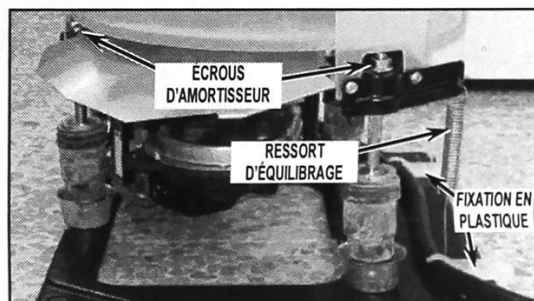

FIGURE 11
15. Desserrez et retirez les trois (3) écrous d'amortisseurs. Voir Figure 11.
16. Décrocher le ressort d'équilibrage et retirer le tuyau de vidange des deux (2) fixations en plastique à l'arrière du socle. Voir Figure 11. Soulever l'ensemble machine pour la libérer des amortisseurs.